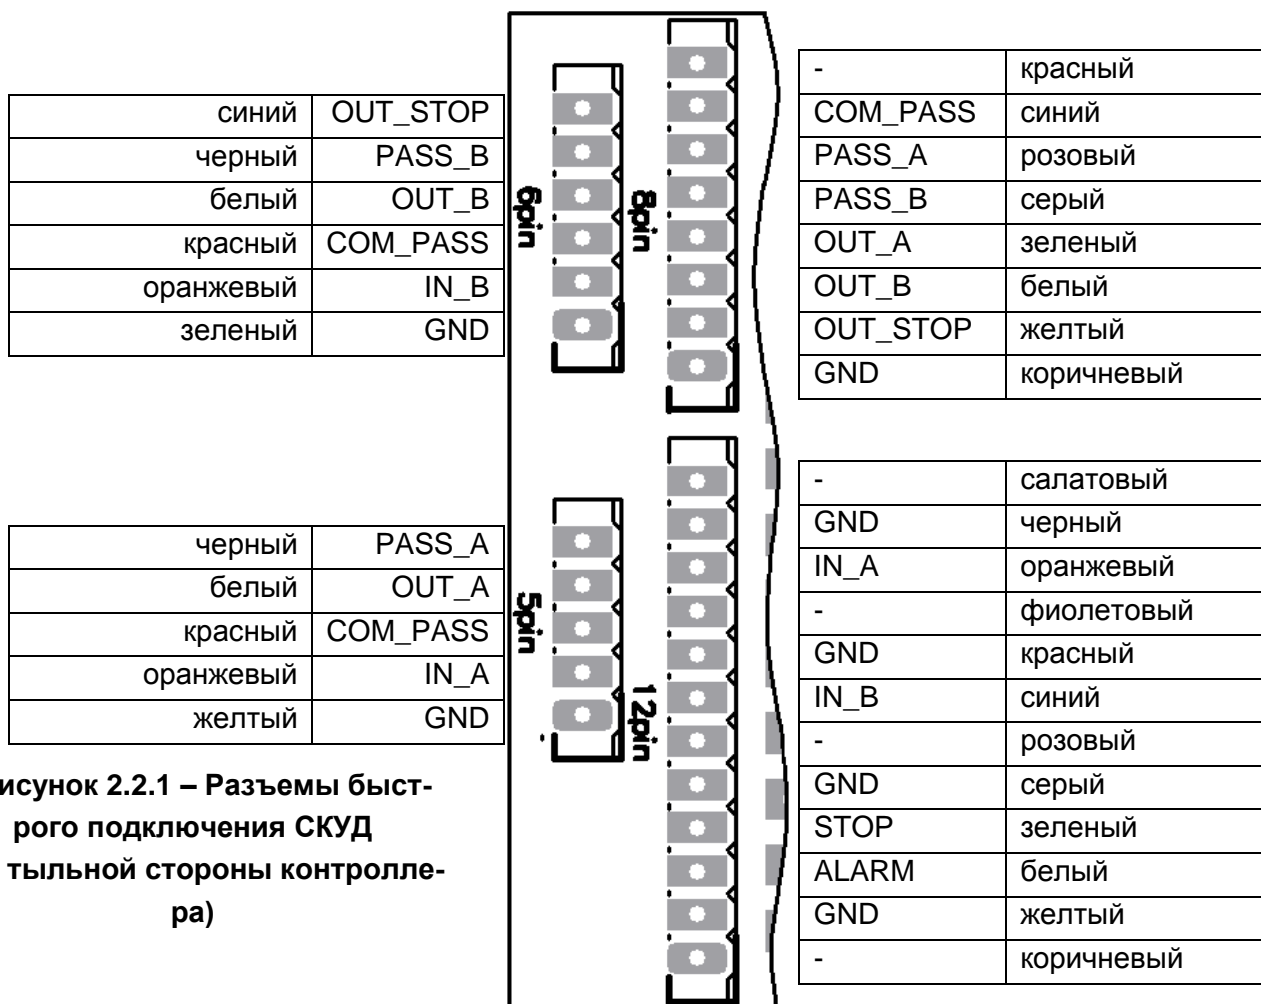

Рисунок 2.2.1 – Разъемы быстрого подключения СКУД (с тыльной стороны контроллера)
- Контроллер СКУД может подключаться как к клеммам контроллера турникета, так и к разъемам быстрого подключения (5 pin + 6pin, 8 pin + 12 pin) (рисунок 2.2.1).